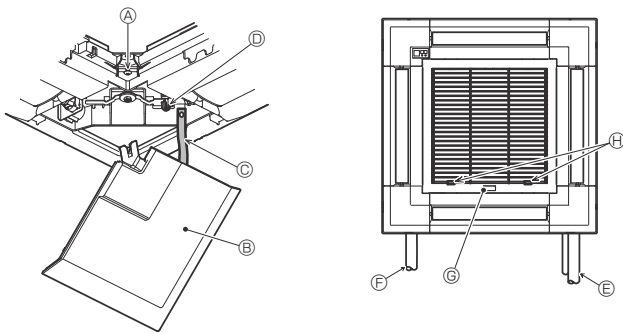

Fig. 9-11
9.5. Anbringung des Ansauggitters (Fig. 9-11)